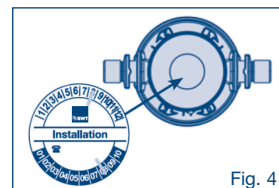

Fig. 4
7. Notez la date d'installation sur l'étiquette fournie (mois/année) et collez-la sur le dessus de la tête de filtrage (voir Fig. 4).